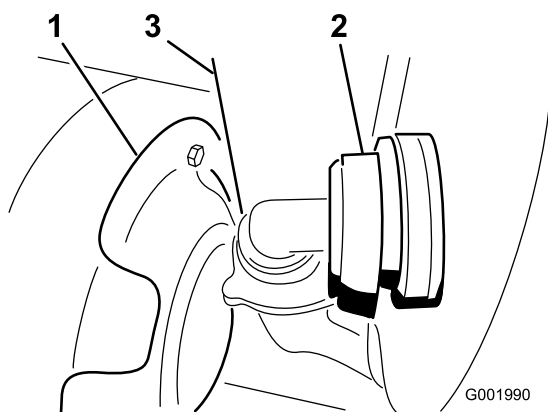

Figure 54
3. Débranchez le flexible situé sur la face avant inférieure de la cuve (Figure 54).
**Remarque:** Il faudra éventuellement pousser le déflecteur de chaleur (Figure 54) en arrière pour déposer le couvercle.
7. Branchez le flexible à l'avant de la cuve (Figure 54).